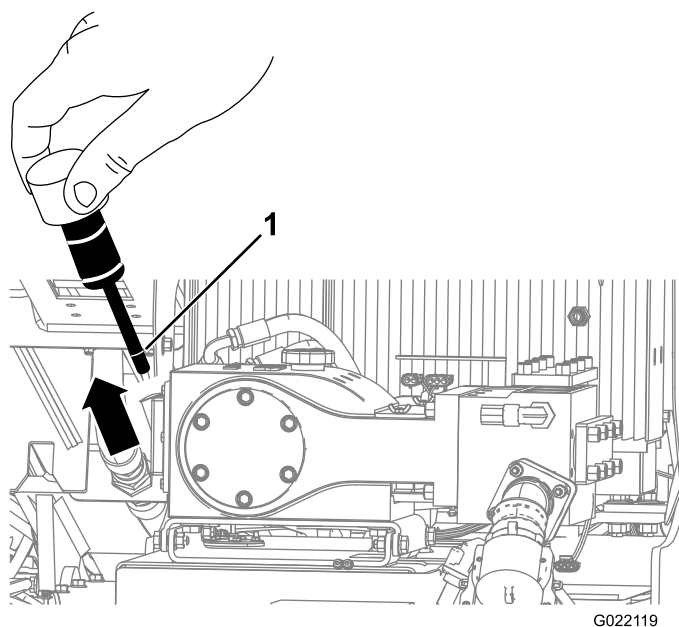
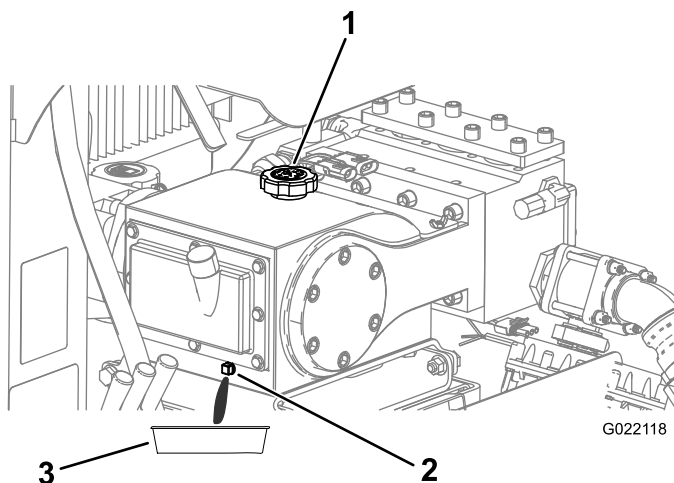

Figura 147
Figura 148
3. Remova a vareta de nível de óleo (Figura 147).
4. O óleo deve estar na linha do bujão de nível como mostra a Figura 147.
4. Remova o bujão de drenagem e posicione uma bandeja de drenagem sob o orifício de drenagem (Figura 148).
6. Permita a drenagem de todo o óleo pelo orifício de drenagem para a bandeja de óleo (Figura 148).
8. Remova a tampa do bocal de enchimento (Figura 148) e adicione aproximadamente 1,9 L de óleo, ou até o óleo atingir a marca Max na vareta, como mostra Figura 147.